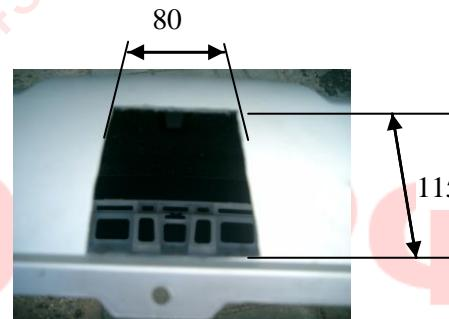

Рис.2. Вырез в бампере.
4.6 Сделать в бампере вырез (115мм глубиной, 80мм шириной). См. рис.2.